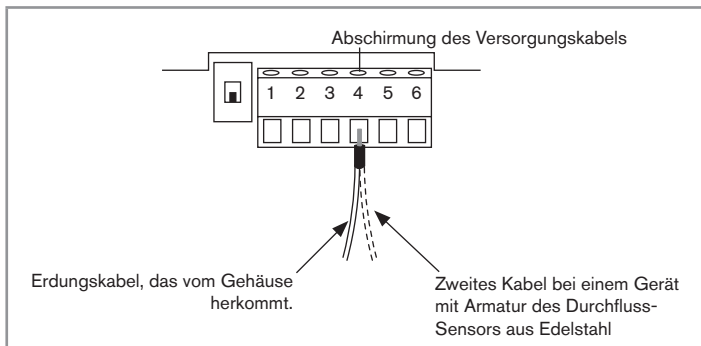

Bild 14: Erdungsklemme
Klemme 4: PE, Abschirmung des Stromversorgungskabels; Erdungskabel vom Gehäuse und, bei einer Version mit Sensorarmatur aus Edelstahl, zweites Kabel (siehe Bild 14)
- Im Innen des Gehäuses die Abschirmung des Versorgungskabels an die Klemme Nr. 4 des Elektronikplatine-Steckers anschließen (Bild 14). Bei einer Ausführung mit Durchflusssensor aus Edelstahl kommt ein zweites Kabel vom Sensor.